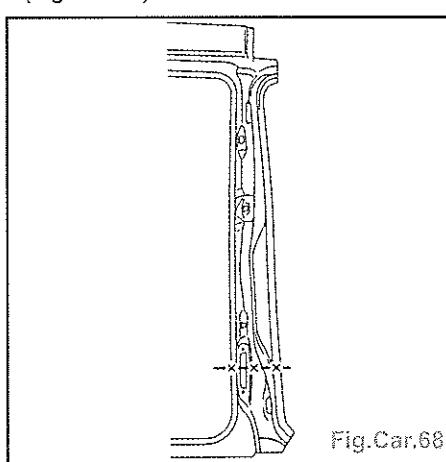

Fig.Car.68
- Tracer puis découper à l'aide d'une scie (Fig.Car.68).